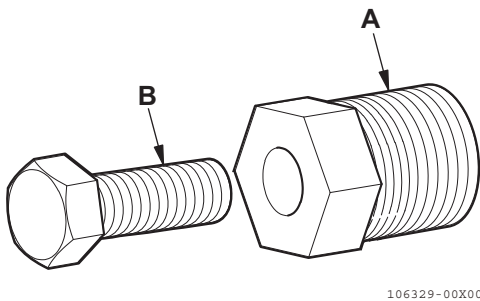

Figura 14
2. Instale o extrator (**Figura 14, (A)**) na hélice.
3. Gire o macaco de rosca (**Figura 14, (B)**) no sentido dos ponteiros do relógio para remover a hélice do corpo da bomba.